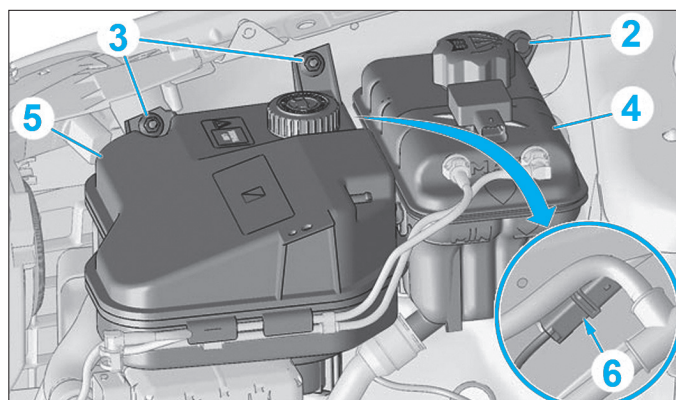

Fig. 61
- la vis (2) (Fig.61),
- les écrous (3).
- le vase d'expansion (4),
- le réservoir de fluide LDS (5)
- Débrancher le connecteur (6).